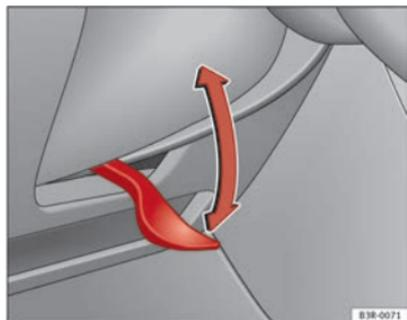

Fig. 133 Palanca debajo de la columna de dirección
- Tire de la palanca ⇒ fig. 133 hacia abajo ⇒ ⚠